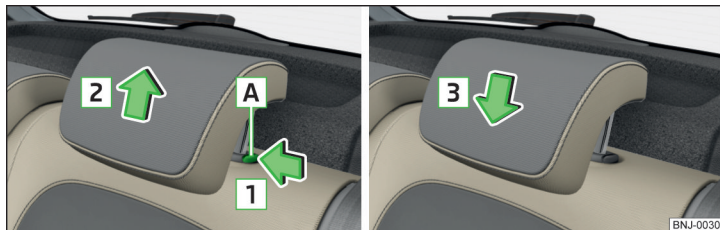

Abb. 60 Kopfstütze herausnehmen/einsetzen
- › Die Sicherungstaste **A** in Pfeilrichtung **1** halten und die Stütze in Pfeilrichtung **2** herausnehmen » Abb. 60.